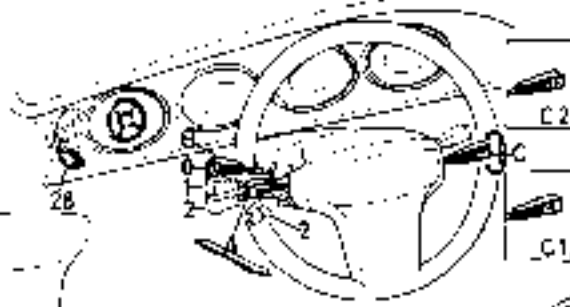

Fig. 3
COMANDO LUCI ESTERNE (fig. 3)
SEGNALATORI ACUSTICI (fig. 3/A)
COMMANDE FEUX EXTERIEURS (fig. 3)
AVERTISSEURS ACOUSTIQUES (fig. 3/A)
OUTSIDE LAMPS CONTROL (fig. 3)
HORNS (fig. 3/A)
LEVA COMANDO LUCI DI DIREZIONE (Fig. 3/A)
Può assumere le posizioni indicate in (Fig. 3/B).
LEVIER DE COMMANDE INDICATEURS DE DIRECTION (Fig. 3/A)
Il peut avoir les positions indiquées sur la (Fig. 3/B).
INDICATOR CONTROL (Fig. 3/A)
This car have the positions shown in (Fig. 3/B).
- 20 - Leva comando centralina climatizzazione (vedi fig. 3).
- 20 - Levier commande dispositif de climatisation (voir fig. 3).